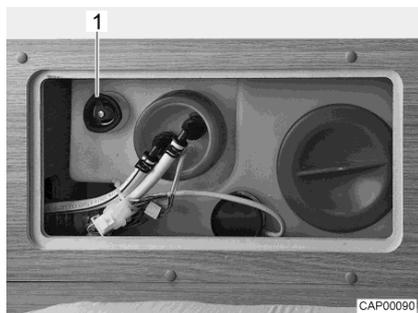

Fig. 123 Depósito de agua con tirador giratorio
- Girar el tirador giratorio (Fig. 123,1) sobre el depósito de agua en sentido de las agujas del reloj, hasta el tope.
- Girar el tirador giratorio (Fig. 123,1) sobre el depósito de agua en sentido contrario a las agujas del reloj, hasta sentir resistencia. El agua se saldrá hasta aprox. 20 litros.